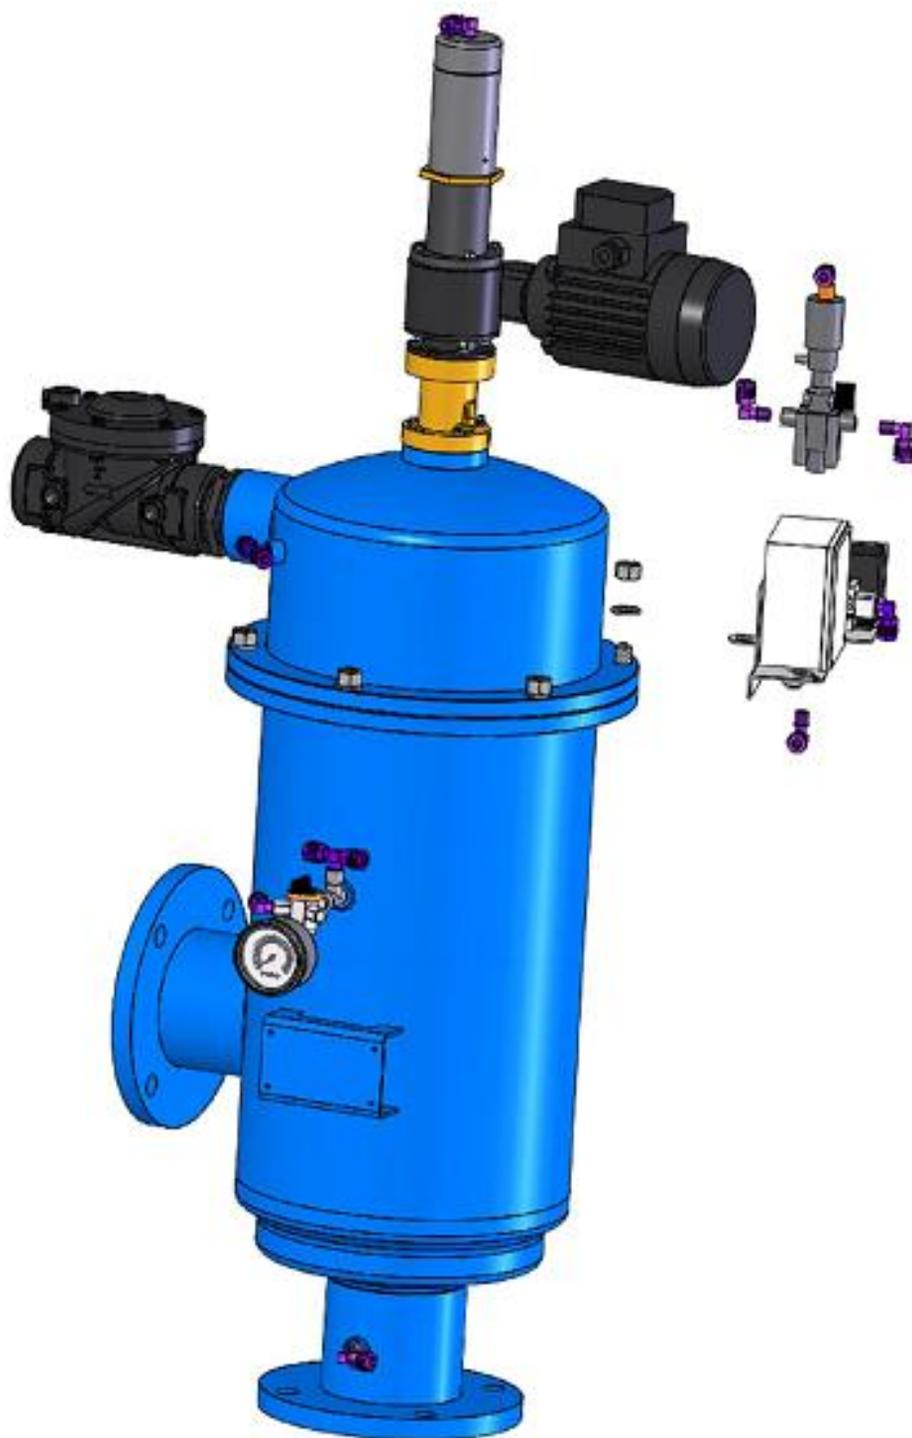

Figure 3: Retrait et mise en place du solénoïde
6. Brancher la batterie (version DC) située sur le boîtier du dispositif de commande, comme expliqué au paragraphe "Première utilisation" (figure 3).
10. Enfoncer l'indicateur de piston dans le piston, effectuer un cycle de contre-lavage supplémentaire à la main en manipulant la poignée (la tourner dans le sens horaire à 90°) située sur l'électrovanne (voir figure 3). Vérifier que le piston hydraulique sort entièrement pendant le contre-lavage avec retour ; s'assurer que l'indicateur de piston a bien été expulsé par le piston.